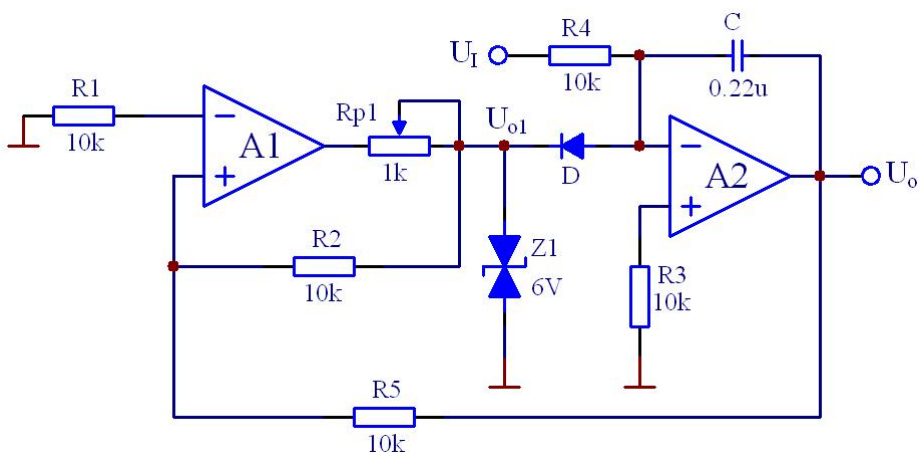

图 19.1 电压频率转换电路
实验电路如图 19.1 所示。该图实际上就是锯齿波发生电路，只不过这里是通过改变输入电压  $U_I$  的大小来改变波形频率，从而将电压参量转换成频率参量。
1. 指出图 19.1 中电容 C 的充电和放电回路。
按图 19.1 接线，调节  $R_{P1}=400\Omega$ ， $U_I$  输入直流电压，用示波器监视  $U_o$  和  $U_{o1}$  波形。按表 19.1 内容，测量电压——频率转换关系。